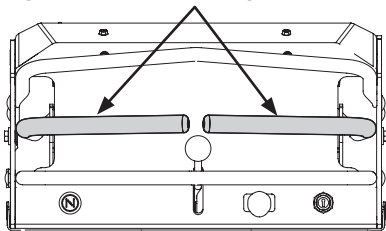

Fig. 10
1. Compruebe que las palancas de control de la transmisión derecha e izquierda están en la posición neutral y el freno de mano no está aplicado (Fig. 10).